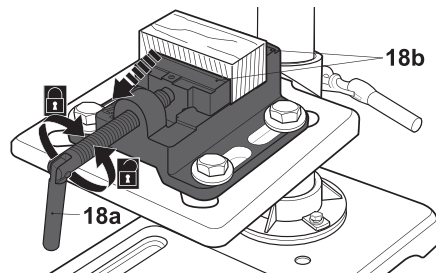

Fig. 20
- > Coloque la pieza de trabajo entre las pinzas (18b) del tornillo de banco (18).
- > Gire la manivela (18a) en sentido horario para asegurar la pieza de trabajo (Fig. 20).